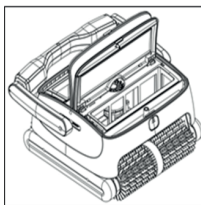

Figura 2
- La cubierta superior se abre automáticamente (véase Figura 2).